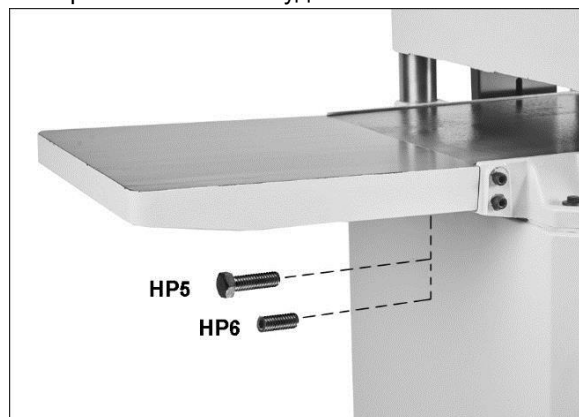

Рисунок 5-5: Удлинения стола (только для JWP-15BHH)
1. Вставьте 3 установочных винта (НР6, рис. 5-5) в нижние отверстия чугунного удлинения стола.